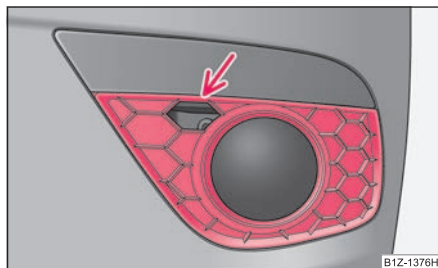

Fig. 248 Paragolpes delantero: Octavia RS
- Introduzca un dedo en la abertura ⇒ fig. 248 y retire la tapa.